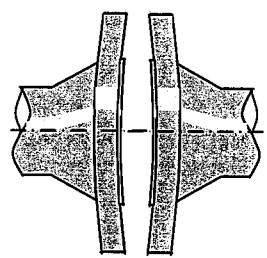

図5 フランジの変形
- フランジが変形していると、正確な締付面圧がかけられず漏れの原因となりますのでフランジを交換するか、修正してください。 (図5参照)